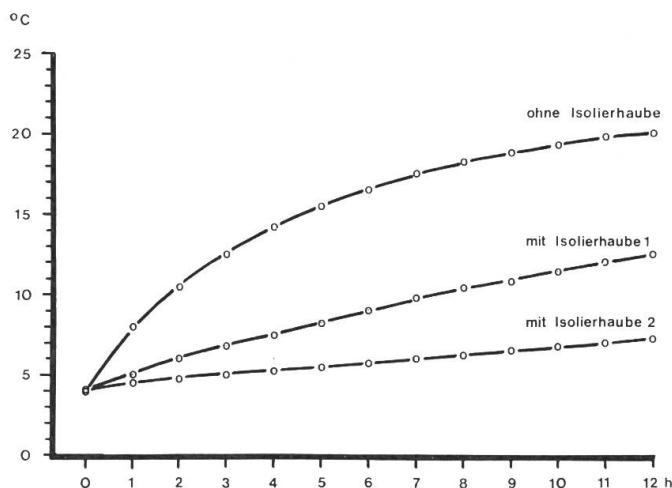

Abb. 21: Erwärmung der Milch mit und ohne Isolationshaube (1 ohne 2 mit Bodendeckel).
- zur Kühlhaltung der Milch in Kannen für ca. 10 Std. eignen sich Isolierhauben (z. B. aus Schaumpolystyrol); ohne Isolation des Kannenbodens (Bodendeckel) ist die Wirkung der Hauen jedoch unbefriedigend (Abb. 21)